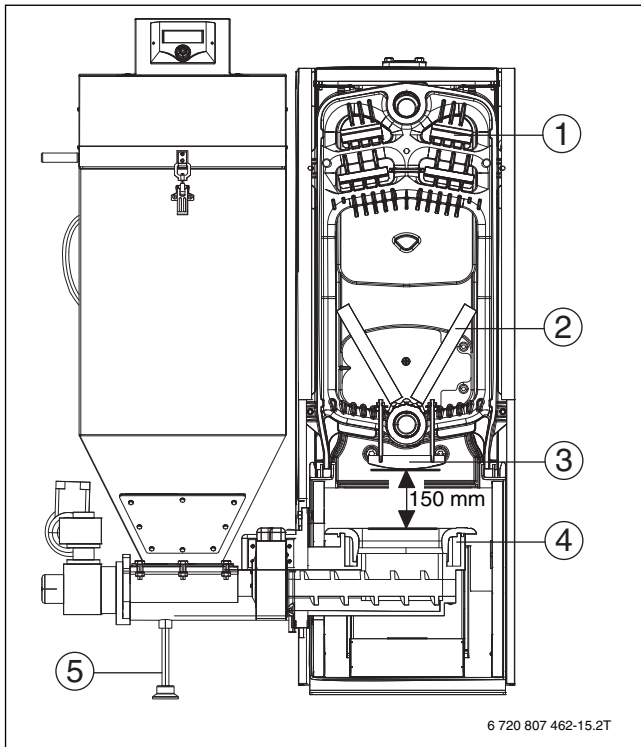

Рис. 12 Котёл в разрезе
- ▶ Установите резиновый амортизатор под опору узла горелки (→ рис. 12, [5]) и отрегулируйте опору.
- ▶ Установите рассекатель (→ рис. 12, [3]) над решёткой горелки (→ рис. 12, [4]). Расстояние между уровнем горелки и нижним краем рассекателя должно быть 150 мм.
- ▶ Проверьте установку турбулизаторов (→ рис. 12, [1]), а также камней в топочной камере котла (→ рис. 12, [2]).